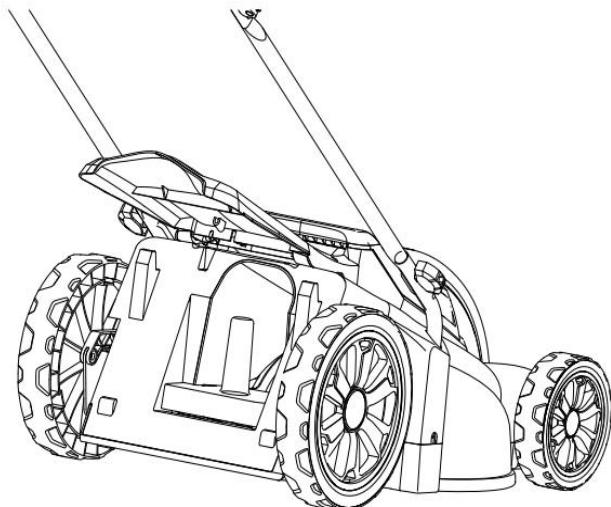

Рис. 6
- d. Чтобы снять мульчирующую вставку (22), откройте крышку канала выброса (5) и удерживайте её в этом положении (Рис. 6).
- e. Чтобы извлечь мульчирующую вставку (22) из канала выброса травы (20), потяните мульчирующую вставку на себя за ручку (22a).
- f. После этого осторожно опустите крышку канала выброса (5).